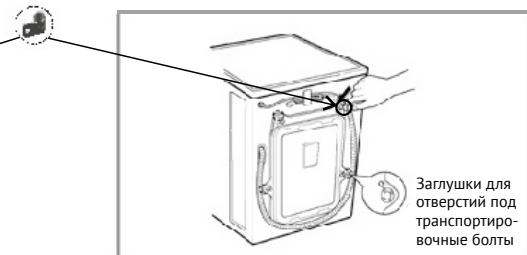

Рис. 4
4. Используйте заглушки, чтобы закрыть отверстия под транспортировочные болты (Рис. 4).